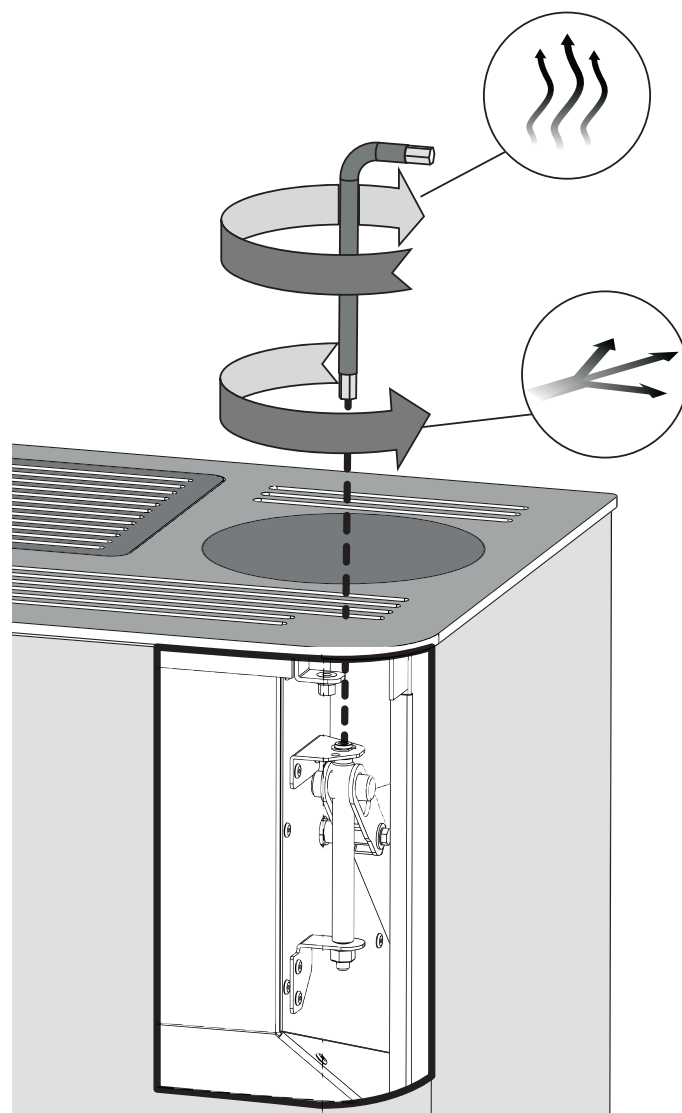

fig. 5.14
- Attraverso la chiave in dotazione agire sulla vite di regolazione raggiungibile dalle griglie del top della stufa (fig.5.14).